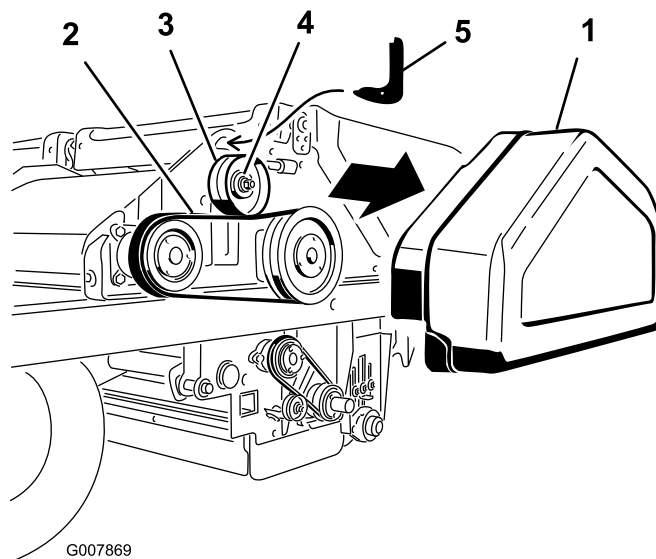

図 59
1. ベルト・カバー（図 59）を取り外す。
2. アイドラ・プーリのナットをゆるめる（図 59）。
3. アイドラ・プーリの上側にある穴に、ベルト張り工具のフック状の端部を入れる（図 59）。ベルト張り工具のカーブのついている方の端部をアイドラ・プーリに載せる。
4. ベルト張り工具についている穴に、1/2 インチのトルク・レンチのソケットを入れる（図 59）。
5. 工具を手前に回してトルクが 0.6 kg になるようにし、その位置でトルクを保持しながらアイドラ・プーリのナットを締め付ける（図 59）。